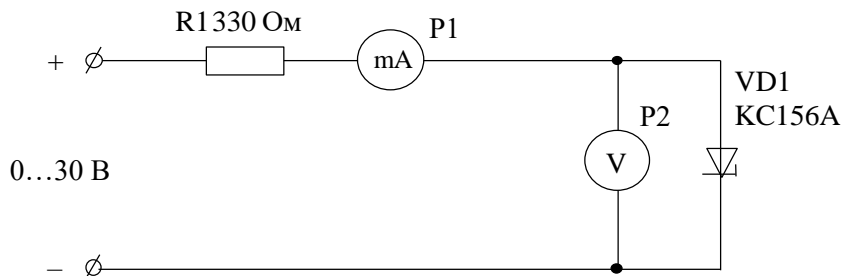

Рис. 1. Электрическая схема для снятия ВАХ стабилитрона (прямая ветвь)
1. Собрать схему, показанную на рис.1 и снять прямую ветвь ВАХ стабилитрона: $I_{пр} = f(U_{пр.})$.